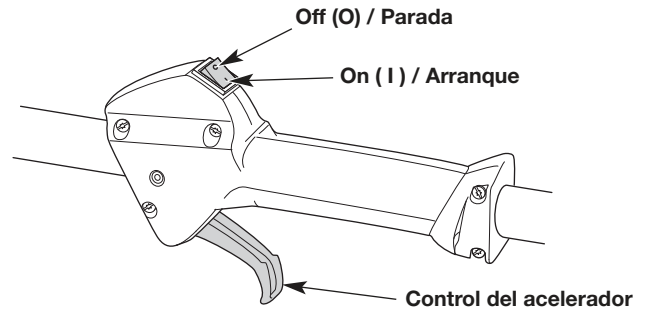
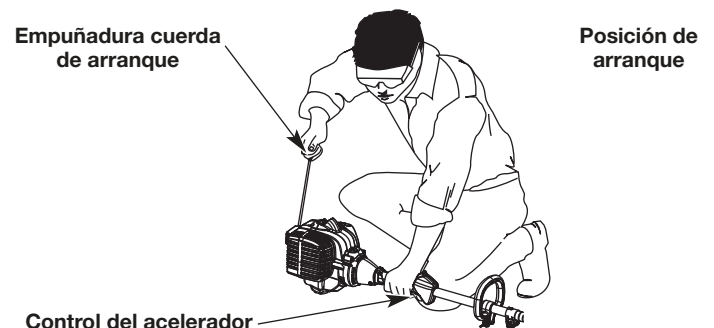

Fig. 9
Fig. 12
ADVERTENCIA: Se debe evitar arrancar accidentalmente la unidad. A fin de evitar que se produzcan lesiones graves, el operador y la unidad deben estar en una posición estable cuando se jala la cuerda de arranque (Fig. 12).
NOTA: No es necesario encender la unidad. El interruptor de encendido/apagado está en la posición ON (1) (encendido) en todo momento (Fig. 9).
5. Agacharse en la posición de arranque (Fig. 12).
6. Apriete el control del acelerador (Fig. 9) y tire de la cuerda de arranque con un movimiento controlado y firme **5 veces** (Fig. 12).
2. Oprima y mantenga apretado el interruptor de encendido/apagado en la posición OFF (O) (apagado) hasta que el motor se pare por completo (Fig. 9).
- NOTA:** No es necesario encender la unidad. El interruptor de encendido/apagado está en la posición ON (I) (encendido) en todo momento (Fig. 9).
7. Apriete y mantenga oprimido el control del acelerador (Fig. 9). Ponga en marcha el accesorio de arranque eléctrico durante 2 segundos.